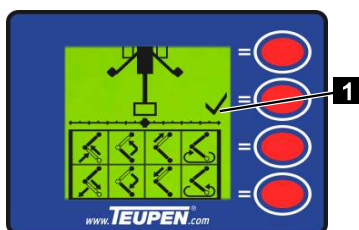

Fig. 144
5. Pivoter la plateforme en position de transport jusqu'à ce que le mouvement de rotation s'arrête automatiquement et que la coche (Fig.144/1) s'affiche à l'écran.